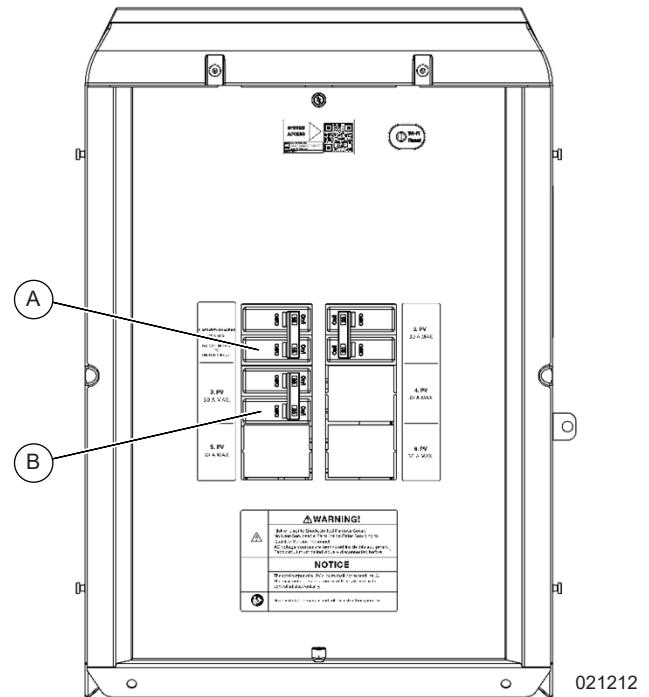

Figura 8-1. Funcionamiento de los disyuntores del Smart Combiner
Consulte la Figura 8-1. Los únicos componentes mecánicos que funcionan del sistema PWRmicro son los disyuntores del Smart Combiner y el botón de reinicio del Wi-Fi. Apague y encienda el disyuntor del portal de enlace (A) para reiniciar el dispositivo de comunicación del portal de enlace en el Smart Combiner. Apague los disyuntores fotovoltaicos (B) para apagar el sistema fotovoltaico. Utilice el botón de reinicio del Wi-Fi según sea necesario para reiniciar el portal de enlace del Smart Combiner.